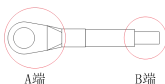

图 7 接线端子示意图
(5) 接地安装：配件 MV810-TCP01 在配线时，须做接地安装，接地线材须用户自行准备和压接，如图 7。